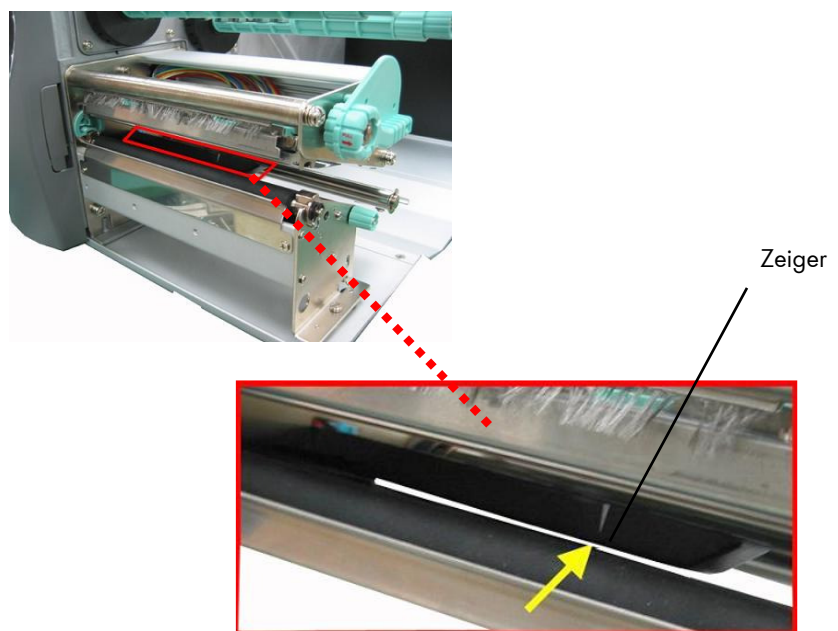

Abb. 5.2.1.l Der Zeiger zeigt die Sensorposition
17. Wenn Sie im Thermodirekt-Verfahren drucken möchten, schließen Sie jetzt den Andruckhebel (Abb. 5.2.1.m).